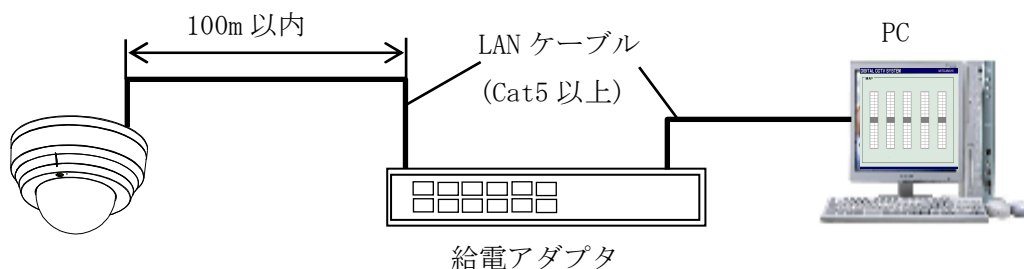
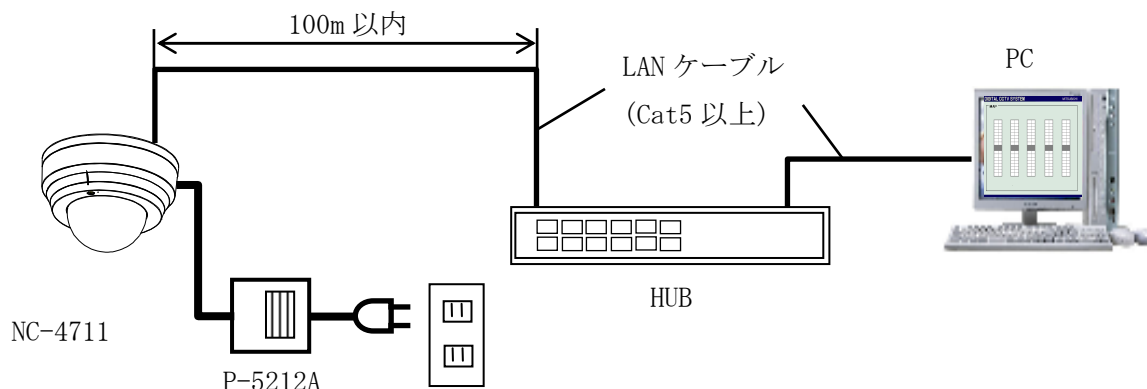

図 8-2 PoE 接続時の場合
図 8-3 DC12V 接続時の場合
- (1) 本機は確認用として Web 画面による映像表示および動作が可能です。
- (2) Web 画面を表示させるための接続は図 8-2、図 8-3 の通りです。